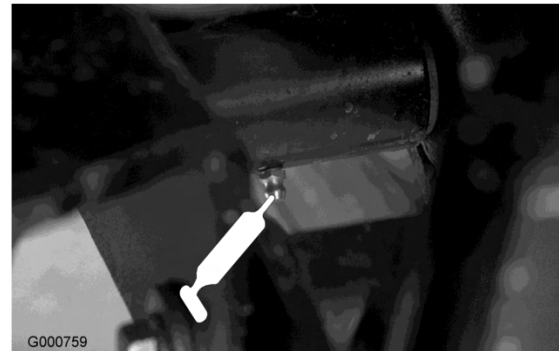

図 32
- ・ 前昇降シリンダ (3ヶ所) (図 31 と 図 32)